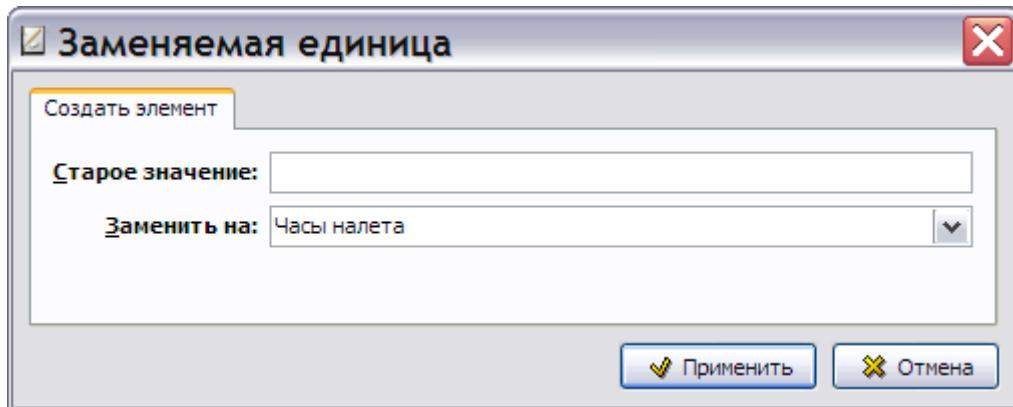

Рис. 3.130
- Нажатие на кнопки **Добавить** и **Редактировать** приводит к открытию окна **Заменяемая единица**, пустого в первом случае и заполненного параметрами выбранного элемента во втором (Рис. 3.130).